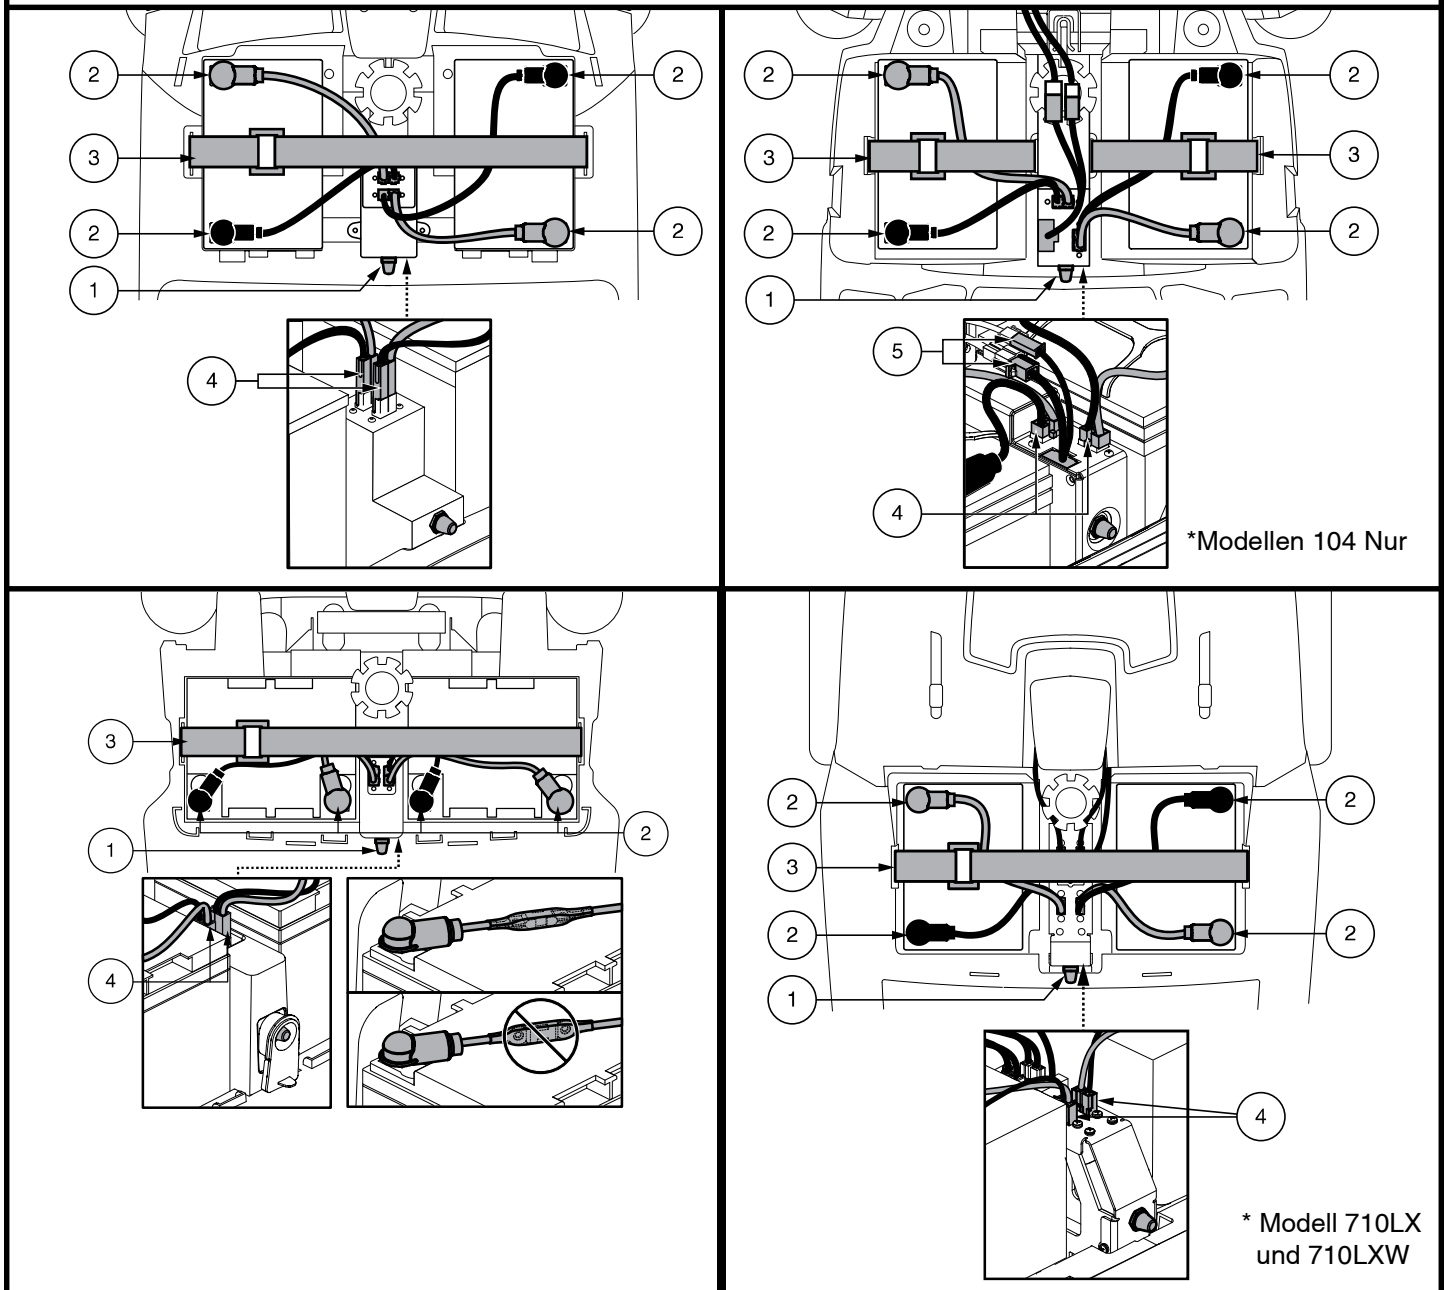

Abb. 14. Batterie Ausbau/Einbau Batteriepole und Verabelung
2. Lösen Sie den Haltegurt der Batterie. **Siehe Abb. 14.**
3. Trennen Sie die Batterienkabel und ziehen Sie sie gerade nach oben. **Siehe Abb. 14.**
6. Legen Sie eine neue Batterie in jedes Batteriefach. Bei den Modellen 710LX und 710LXW sind die Batterieklemmen jeder Batterie nach hinten gerichtet. Bei allen anderen Modellen sind die Batterieklemmen jeder Batterie gegenüber und zu den Außenseiten des Elektromobils gerichtet. **Siehe Abb. 14.**